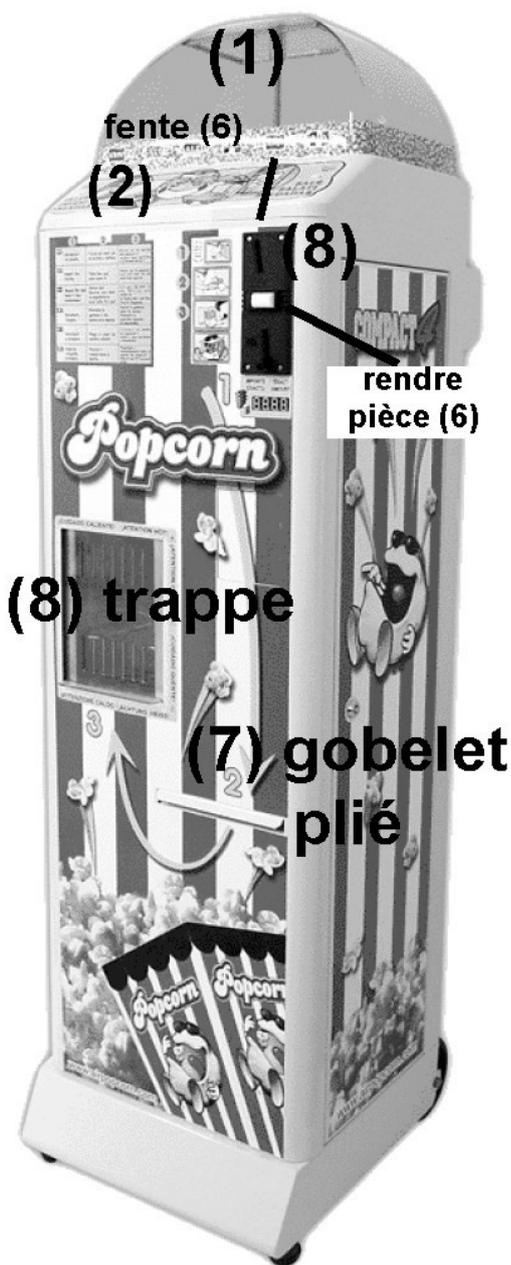

Figure 2 : face avant manchine
Le mode opérateur du client est indiqué sur la face avant de l'appareil (cf. figure 2) et se résume en 3 étapes :
- Etape 1 : s'acquitter des 2€ pièces de 1€ et 2€ acceptées (cf. (6) de la figure 2)
- Etape 2 : retirer le gobelet plié qui est éjecté partiellement (cf. (7) de la figure 2)
- Etape 3 : le déplier et le placer sous la trappe d'évacuation (cf. (3) et (8) de la figure 2)